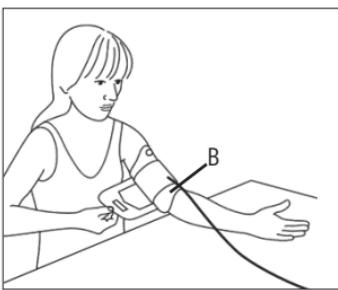

Fig. 2
- Decupajul B (consultați fig. 2) de pe manșetă aflat pe partea opusă clapetei de prindere, ar trebui să se așeze în zona plicii cotului. Furtunul trebuie pozitionat pe mijlocul plicii cotului, orientat înspre palmă.